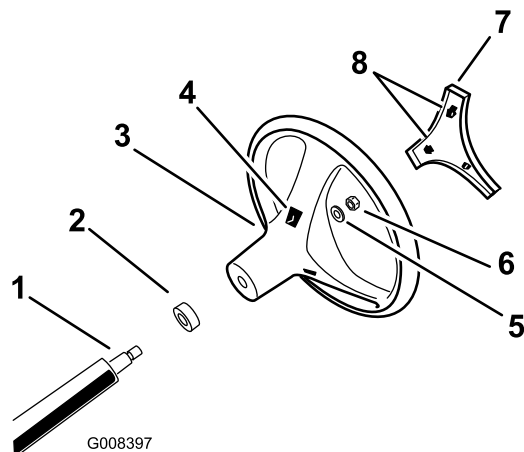

Figura 3
1. A través de los orificios de la parte trasera del volante, suelte las pestañas de retención de la cubierta central y retire la cubierta del volante (Figura 3).
2. Retire la contratuerca y la arandela de la columna de dirección (Figura 3).
3. Alinee el volante con las acanaladuras de la columna de dirección (Figura 3).
- 4. Monte la arandela y la contratuerca en la rosca de la columna de dirección (Figura 3).
- 6. Alinee las pestañas de retención de la cubierta central con los orificios del volante, y presione la cubierta sobre el volante hasta que las pestañas de retención encajen en su sitio (Figura 3).